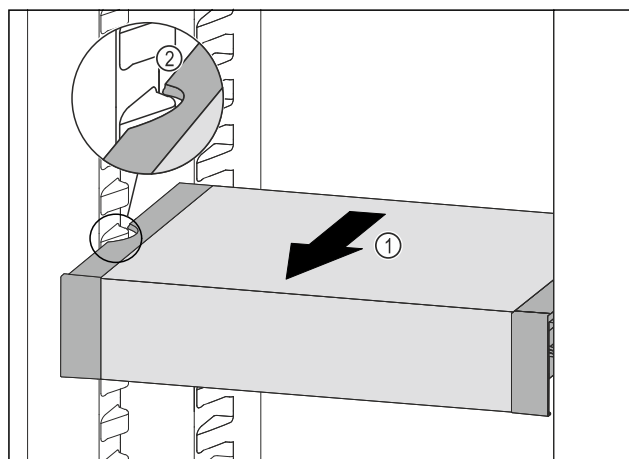

Fig. 248
- Predal VarioSafe povlecite naprej Fig. 248 (1), dokler nista stranska izreza predala VarioSafe na višini nastavka za posodo v hladilniku. Fig. 248 (2)